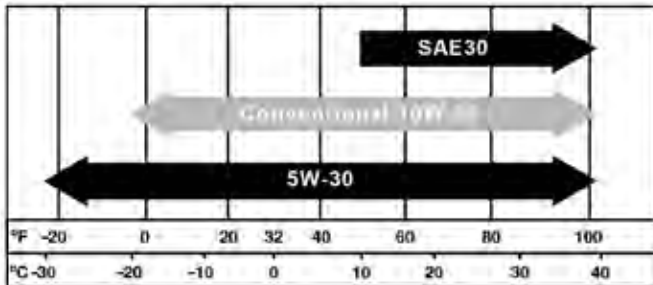

Figure 17 - Huile recommandée
1. Utiliser uniquement l'huile moteur spécifiée dans la Figure 17.
6. Sélectionner l'huile moteur appropriée tel qu'indiqué dans la Figure 17.